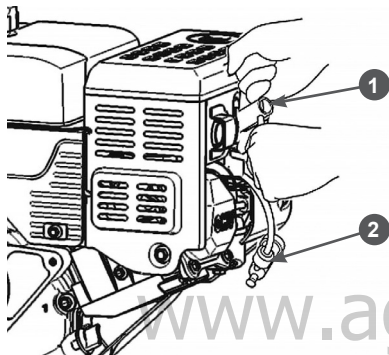

Рис. 46 Обслуживание свечи зажигания
1. Снимите со свечи зажигания колпачок 1 высоковольтного провода и удалите грязь вокруг свечи зажигания (Рис. 46).
2. Открутите свечу зажигания свечным ключом 2 (Рис. 46).